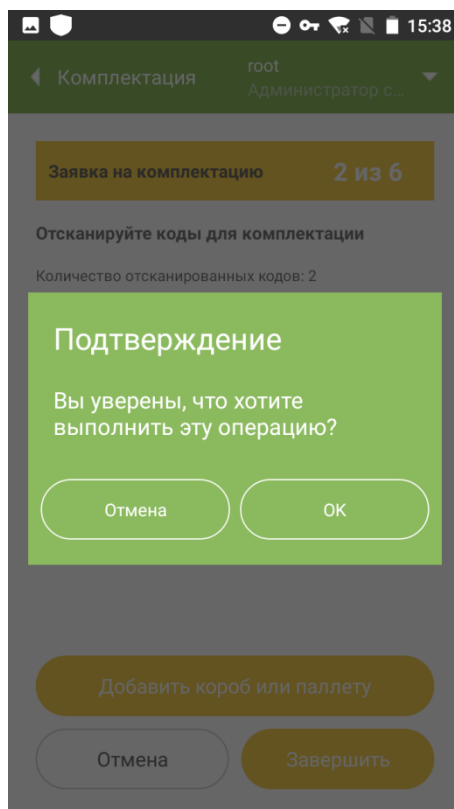

Рисунок 7.5
5. После того, как все комплектующие коды будут успешно отсканированы, для завершения операции комплектации нажать на кнопку «Завершить». Подтвердить завершение, нажав кнопку «ОК» (Рисунок 7.5). При этом обработанный сопроводительный документ автоматически удалится из списка доступных. Если количество отсканированных кодов меньше, чем в сопроводительном документе, Система выдаст сообщение о несоответствии количества, после чего нужно вернуться к процессу сканирования кодов маркировки для комплектации.